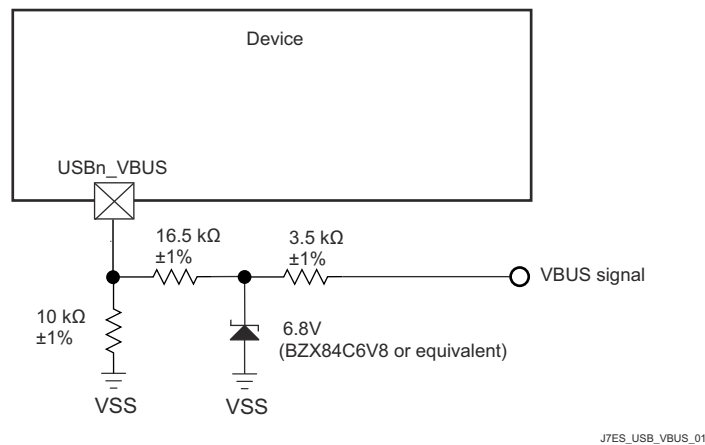

図 7-4. USB VBUS 検出分圧器 / クランプ回路
このデバイスでは、外付けの分圧抵抗を使用して VBUS 信号電圧を下げる必要があります (図 7-4 を参照)。これにより、実際のデバイス ピン (USB0_VBUS) に印加される電圧が制限されます。これらの外部抵抗の許容誤差は 1% 以下、ツェナー ダイオードの 5V でのリーク電流は 100nA 未満とする必要があります。(1)
デバイスの電源がオフのときに VBUS が印加された場合、図 7-4 に示す外部回路によって実際のデバイス ピンへの入力電流が制限されるため、USB0_VBUS ピンはフェイルセーフであると考えられます。